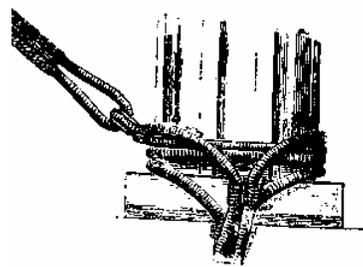

Рис. 383. Крепление нижнего конца крюйс-стень-штага
**Кройс-стень-штаги** обычно простые. Их крепят на топе кройс-стеньги так же, как и предыдущие. Нижний конец штага закрепляют на марсе на огонах вант (рис. 383) или на бугеле, который